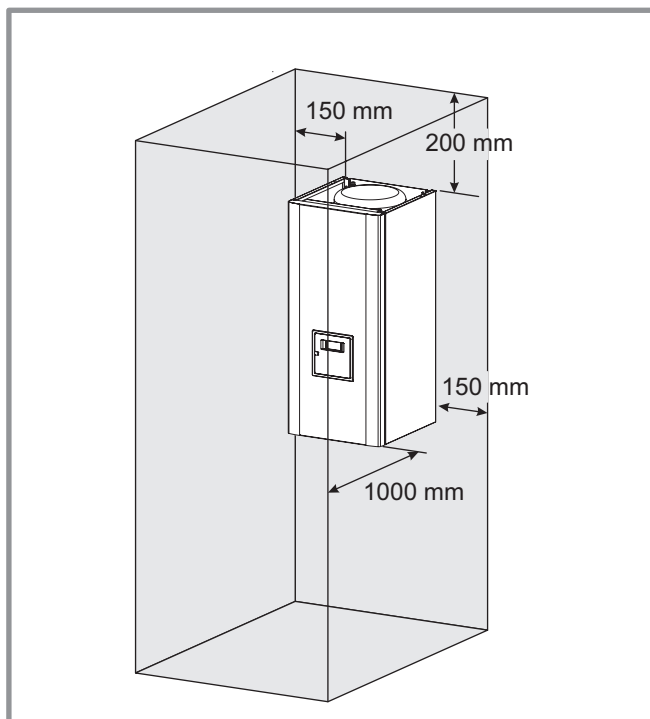

figure 15 - Dégagements minimum d'installation autour du module hydraulique et écarts jusqu'aux cloisons combustibles
- Pour faciliter les opérations d'entretien et permettre l'accès aux différents organes, il est conseillé de prévoir un espace suffisant tout autour du module hydraulique (figure 15).